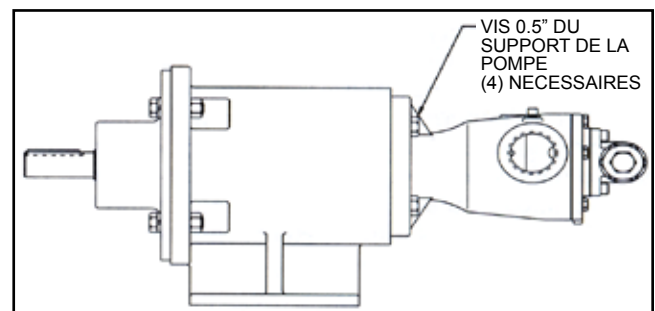

FIGURE 36
5. Terminez l'assemblage en fixant la pompe au support (Voir Figure 36). Vérifiez que l'alimentation électrique de la pompe soit "Verrouillée". Vérifiez que la pompe tourne librement en faisant tourner les pales du ventilateur ou l'arbre du boîtier de roulement.